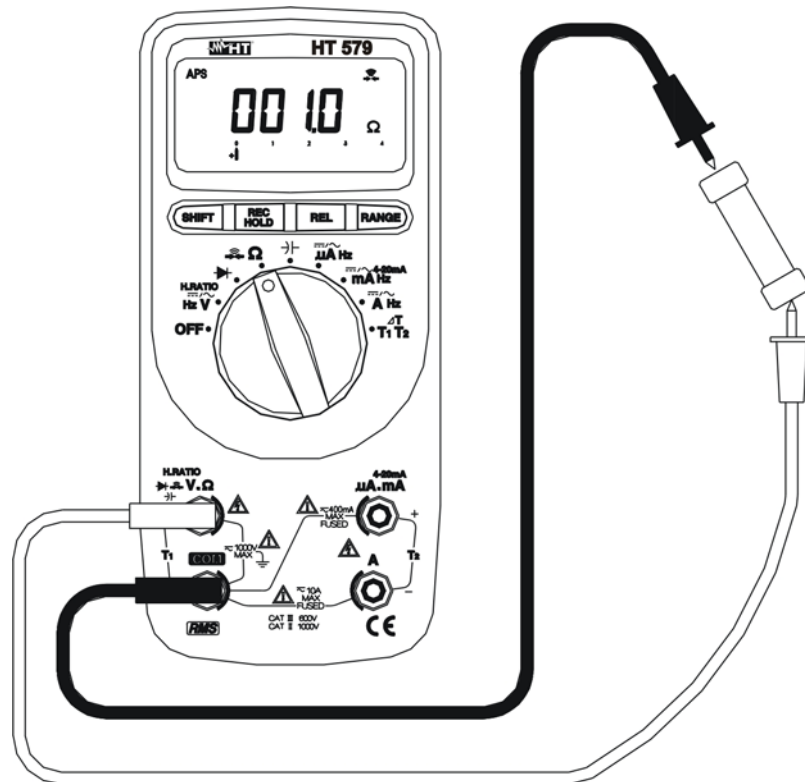

Abb. 11: Widerstandsmessung oder Durchgangsprüfung
2. Verbinden Sie die Messleitungen wie folgt, die rote in Buchse und die schwarze in **COM** Buchse (Abb. 11).